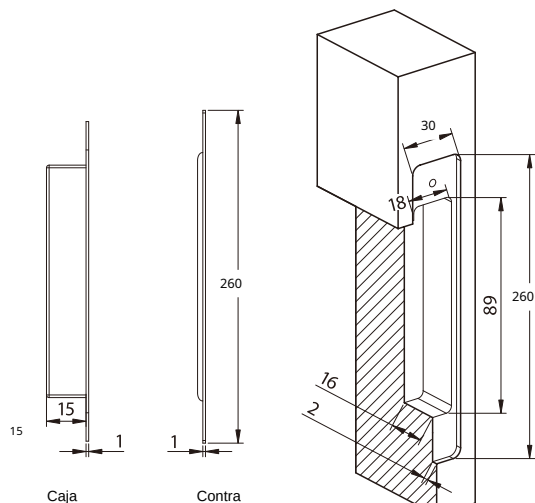
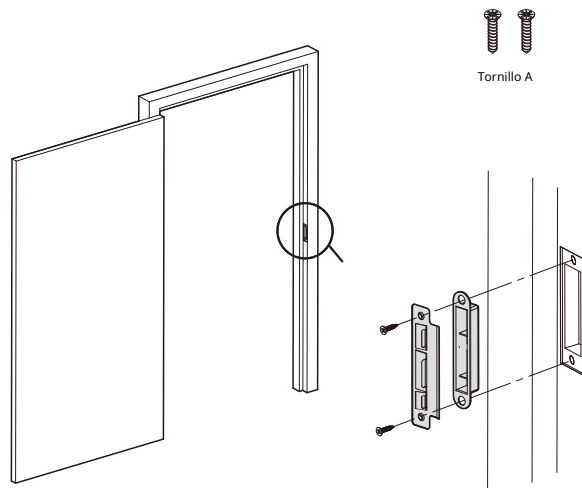

Fig. 2
Fig. 3
1. Perfore la abertura e instale la caja de cerradero como se muestra en la Fig. 2 y Fig. 3. La profundidad de la abertura de la caja es de 15 mm y la longitud es de 260 mm.
2. La placa de cerradero mostrada en la Fig. 2 tiene 30 mm de ancho y 260 mm de largo.
3. Como se muestra en la Fig. 3, coloque la caja de cerradero en la abertura, cúbrala con la placa de cerradero y apriétela con el Tornillo A.